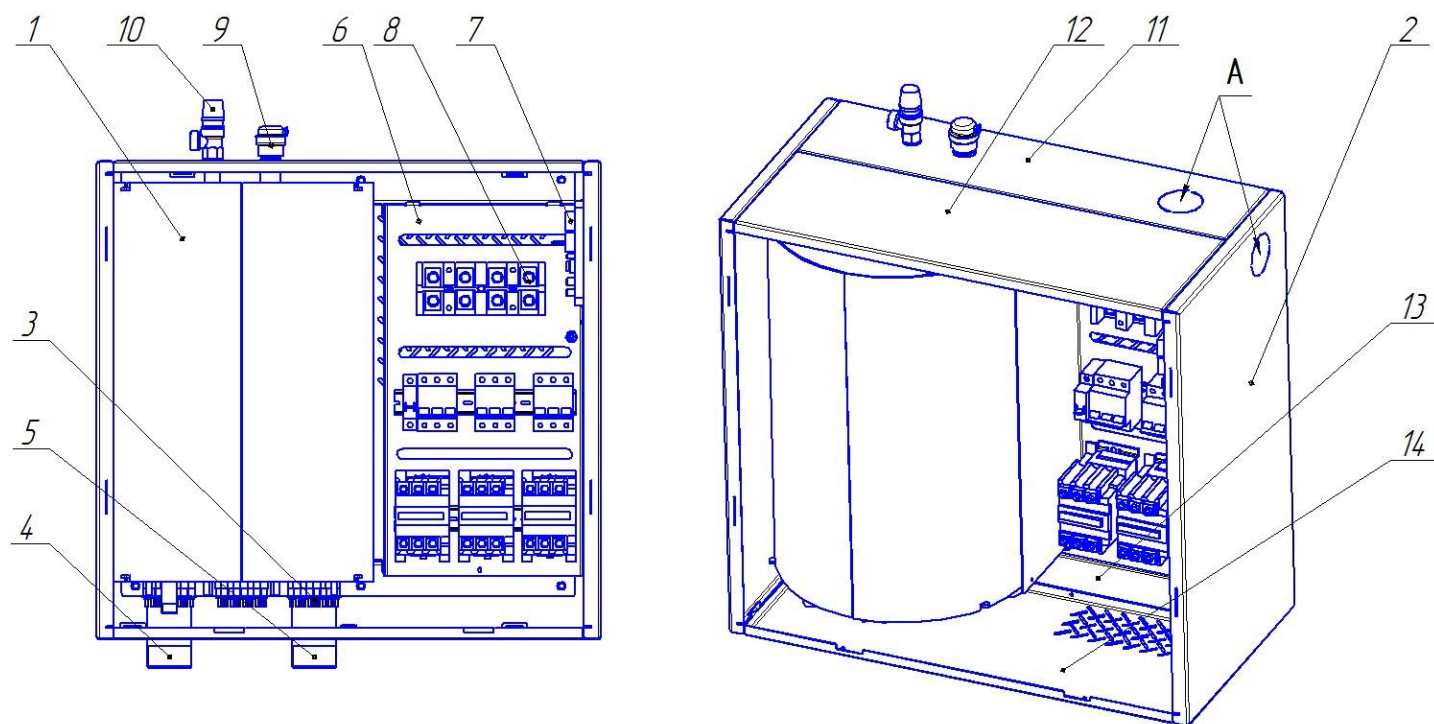
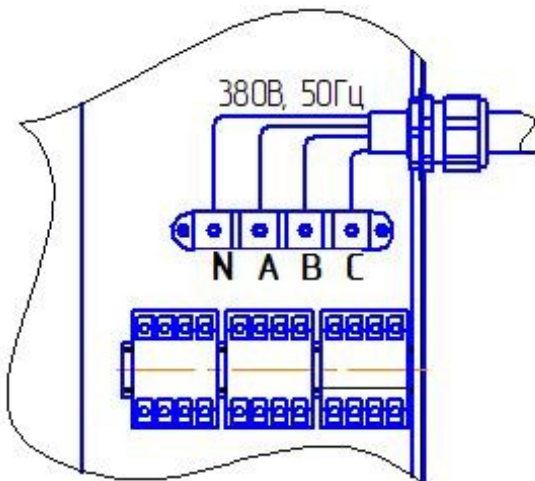
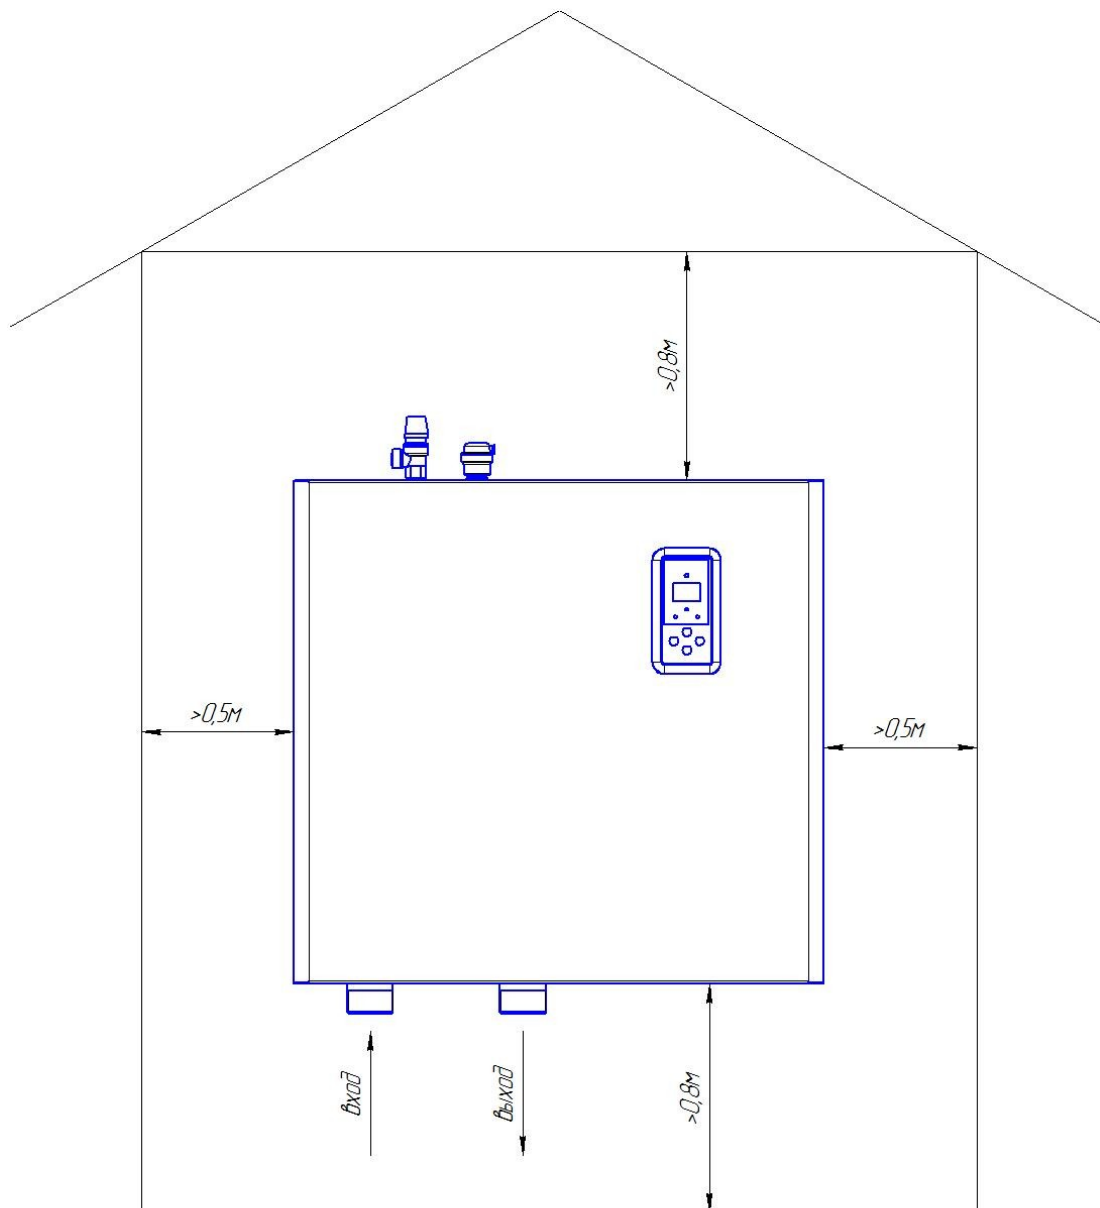

Рис.1 Конструкция электроводонагревателя
Рис.3 Подключение к трехфазной сети
Рис.4 Схема установки котла
ЭВН-К состоит из каркаса 2 (рис.1), стального цилиндрического нагревателя 1, панели управления 6, крышек 11,12,13 и 14. На верхнем фланце нагревателя 1 установлены элементы защиты котла от аварийных ситуаций: сбросник воздуха 9, предохранительный клапан от избыточного давления 10 (на 0,35 МПа), датчик от перегрева котла (не показан). Внутри нагревателя помещены четыре блок-ТЭНа 3,
Электронная панель управления (рис.2) на съемной крышке котла и коммутационная плата 7 (рис.1) управляют работой ЭВН-К в заданном потребителем режиме.
5.5.1 Водонагреватель следует закрепить на стене шурупами через отверстия в кронштейнах на его задней стенке каркаса 2 (рис.1), обеспечив необходимые для обслуживания расстояния до боковых стен, пола и потолка (рис.4).
5.5.2 Снять переднюю дверцу котла. Для этого сначала необходимо отвернуть два винта-самореза снизу (крышка 14, рис.1), плавно приподнять дверцу вверх на 4 см, затем потянуть на себя для того, чтобы зацепы дверцы вышли из пазов каркаса. Отключить провод с электронной панели управления от коммутационной платы 7.
5.5.4 Подключить ЭВН-К к электросети 380В, 50Гц рис.3, для чего вводной кабель пропустить через кабельный ввод (фитинг). Фазные провода и нулевой провод следует подключить в соответствии с маркировкой на клеммную колодку. Фитинг можно установить сверху или сбоку через входы А (рис.1).
8.4 Включите электропитание нажатием кнопки «Вкл/выкл» на электронной панели управления, должна загореться лампочка «Ступень 1» рис.1.